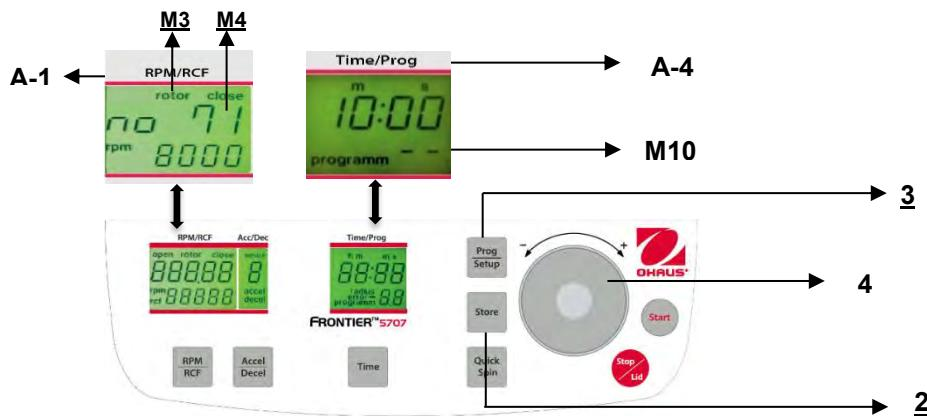

Figura. 23
Per richiamare i programmi salvati, premere il tasto "Prog/Setup" (3) (fare riferimento alla figura 23) quando il coperchio è già chiuso. Sul display "Time/Prog" (A-4), appare la parola "programm -"(M10). Il numero di programma desiderato può essere preselezionato mediante la quadrante di regolazione (4).